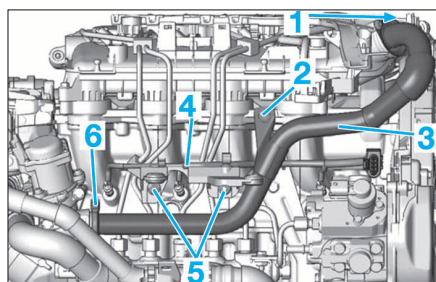

FIG. 58
- Ecarter le faisceau des bougies de préchauffage (4) (Fig.58).